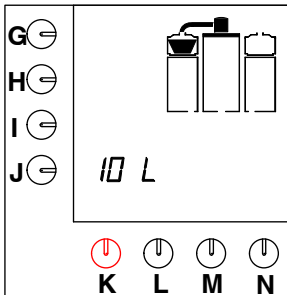

Fig. 7 Dryppetid
- Så snart kaffebeholderen er fylt opp, vil filterkurven på displayet blinke under dryppetiden (fig.7).